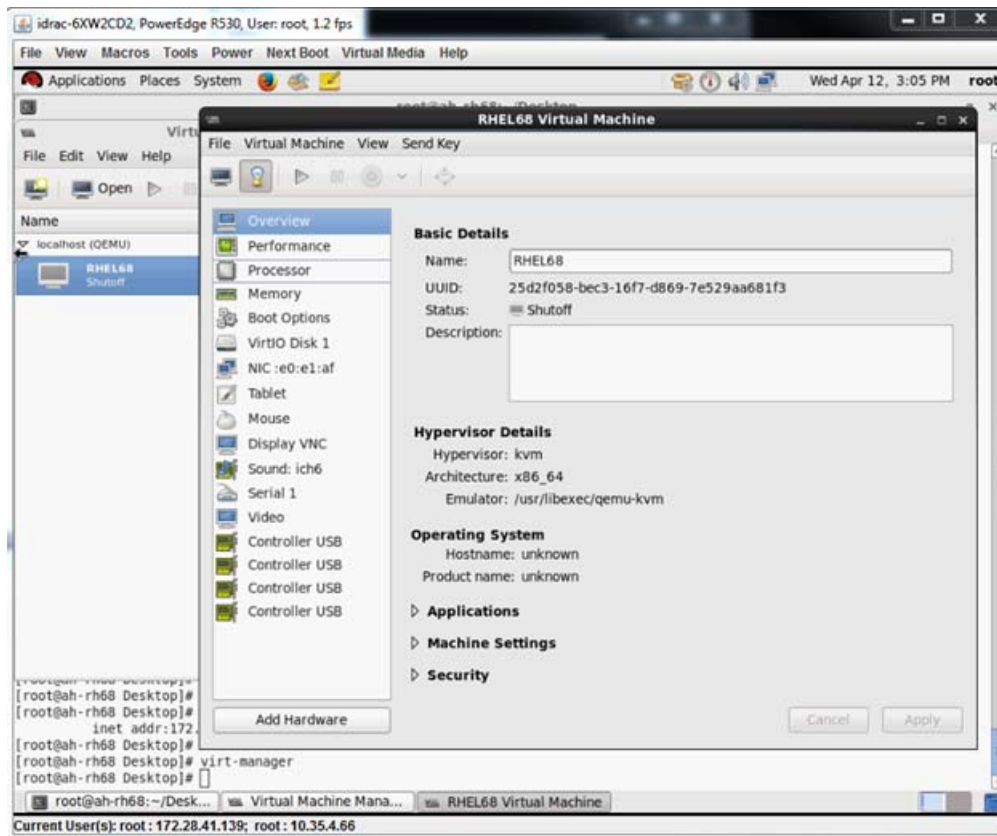

Abbildung 8-13. RHEL68 – Virtuelle Maschine
- a. Klicken Sie im Dialogfeld „Virtual Machine“ (Virtuelle Maschine) (Abbildung 8-13) auf **Add Hardware** (Hardware hinzufügen).